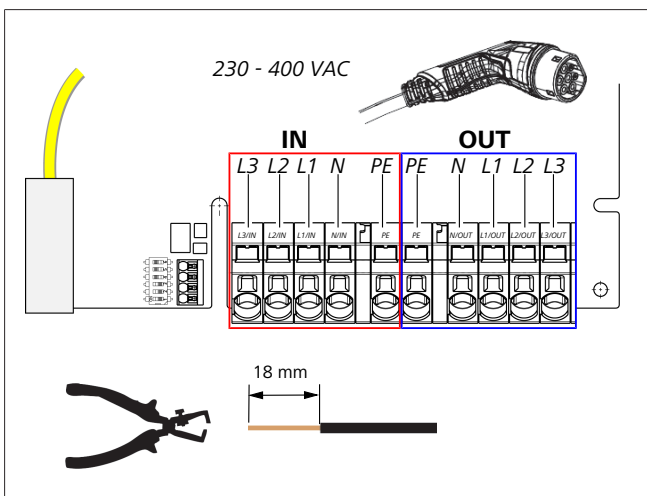

Abb. 8
- Schließen Sie unter Zuhilfenahme des Schlitzschraubendrehers (3,5 mm) die einzelnen Leitungsenden entsprechend der Vorgabe im Bild (Abb. 8) auf dem rechten Klemmblock mit der Beschriftung „OUT“ an.
1. Schließen Sie unter Zuhilfenahme des Schlitzschraubendrehers (3,5 mm) die einzelnen Leitungsenden entsprechend der Vorgabe im Bild (Abb. 8) auf dem linken Klemmblock mit der Beschriftung „IN“ an.